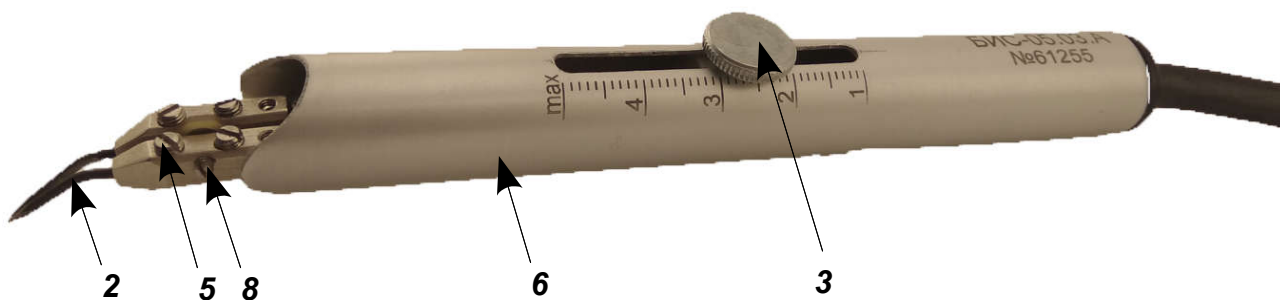

Рис. 1. Инструмент с установленным сдвоенным электродом.
1.3.1 Вид инструмента с установленными сдвоенным электродом показаны на рис. 1
2.3.1 Для жёсткой фиксации электродов между собой, необходимо установить прилагающуюся в комплекте перемычку смотри. Рис.1 и 2. В отсутствии необходимости жёсткой фиксации электродов между собой, снимите перемычку поз.7.